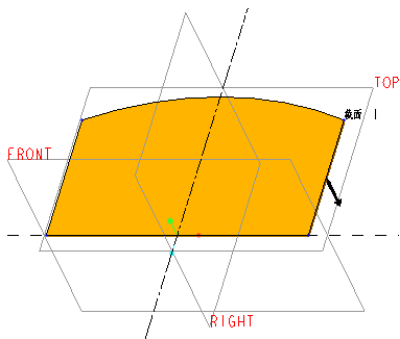

图 1-41 更改厚度方向后的预览效果
(5) 在“平面”选项卡的 (厚度) 框中设置钣金件的厚度为“2.5”，接着单击 (更改厚度方向) 按钮以使厚度方向如图 1-41 所示。